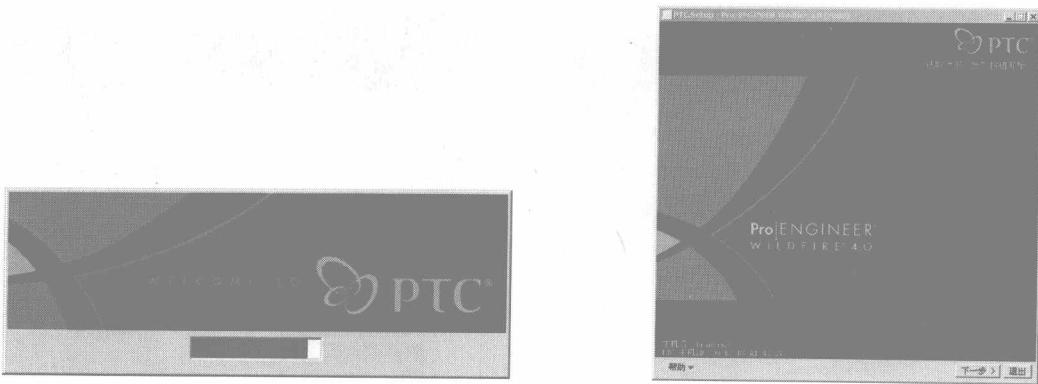

图 1-4 PTC.Setup - Pro/ENGINEER Wildfire 4.0 (F000) 对话框
- 步骤1** 将安装程序的第一张光盘插入到光驱中，经过少许时间后，程序将弹出 PTC.Setup -Pro/ENGINEER Wildfire 4.0 (F000) 对话框，如图 1-4 所示。